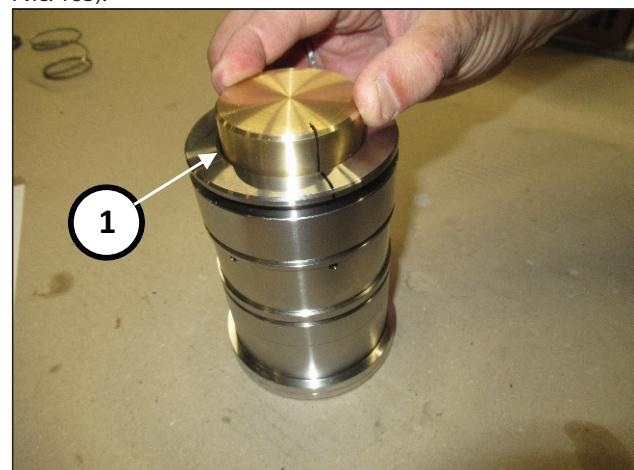

Рис. 183
Используйте внутреннюю оправку инструмента арт. 27945400, чтобы установить кольца на место (поз. ①, Рис. 183).